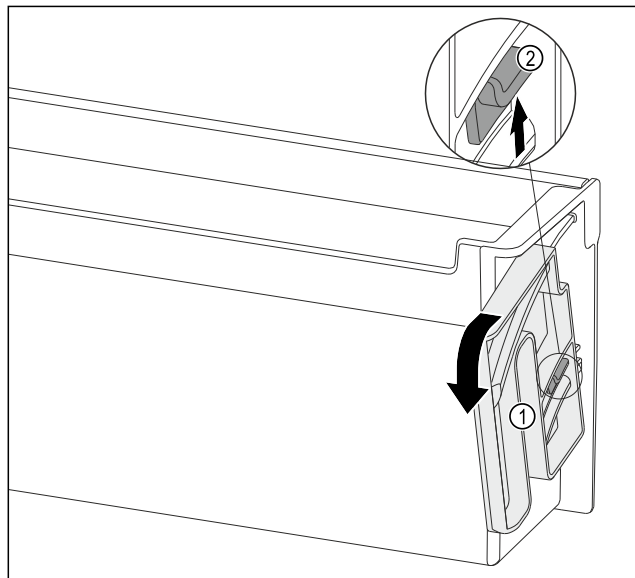

Fig. 94
- ▶ Поверните поворотный блок Fig. 94 (1) по указанном направлении до упора.
- ▶ Выжмите накладку Fig. 94 (2) вверх и осторожно извлеките поворотный блок Fig. 94 (1).